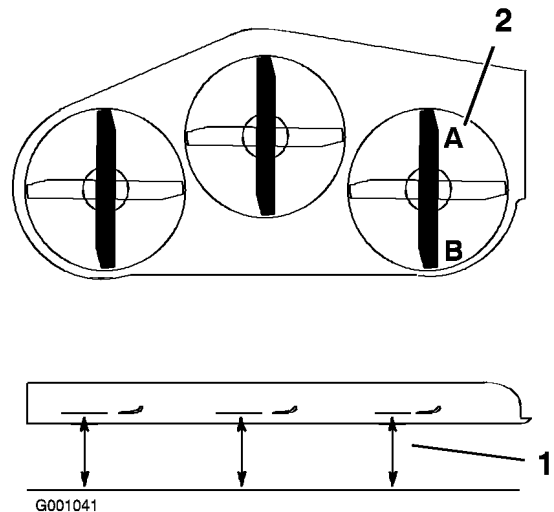

Figure 58
1. Tournez la lame droite dans le sens longitudinal (Figure 58).
2. Mesurez la distance au point **A** entre la surface plane et le tranchant de la pointe de la lame droite (Figure 58).
4. Mesurez la distance au point **B** entre la surface plane et le tranchant de la pointe de la lame droite (Figure 58).
6. La lame doit être plus basse de 6 à 10 mm (1/4 à 3/8 po) au point **A** qu'au point **B** (Figure 58). Si ce n'est pas le cas, passez aux étapes suivantes.